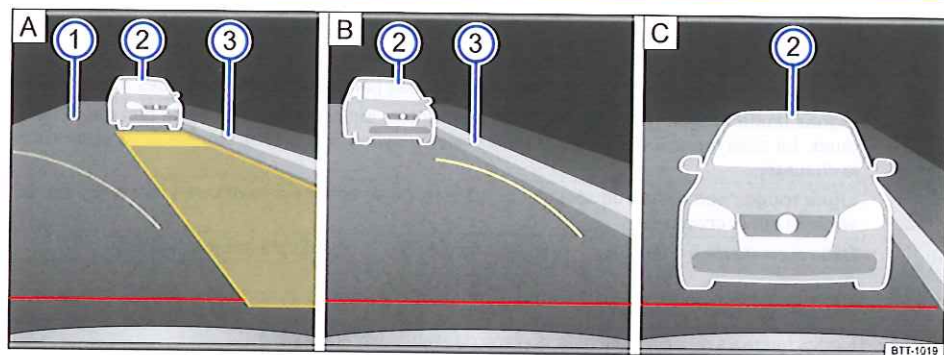

Fig. 163 Affichage sur l'écran de l'autoradio ou du système de navigation : caméra de recul, mode 2.
Légende concernant le schéma de principe fig. 163 :
| 6. | Le cas échéant, corrigez la position du véhicule de telle manière que la zone d'aide jaune affichée à l'écran coïncide avec la délimitation latérale ③ de la place de stationnement choisie (par ex. le trottoir) et se termine devant une délimitation arrière ②, par ex. un véhicule en stationnement ⇒ fig. 163 A. |